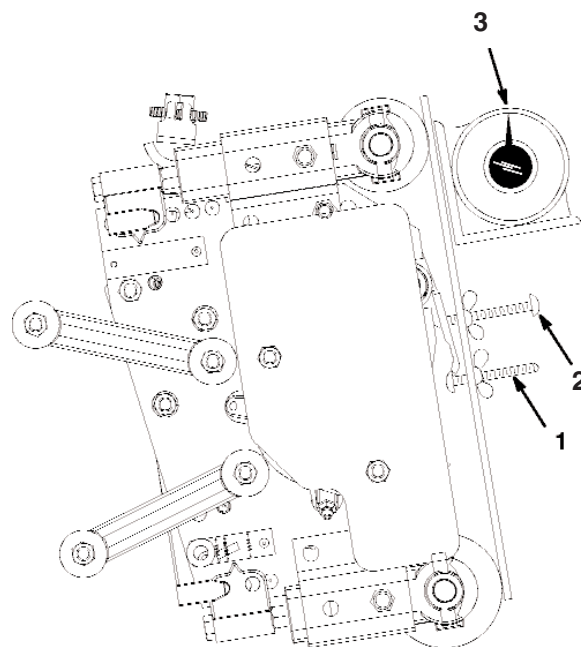

Figure 12
3. Placez le calibre en travers des rouleaux avant et arrière. La tête de la première vis doit s'adapter parfaitement sur le bord de la contre-lame et le calibre doit toucher les rouleaux (Fig. 12).
5. Placez un indicateur d'angle sur le calibre et notez l'angle de ce dernier (Fig. 12).